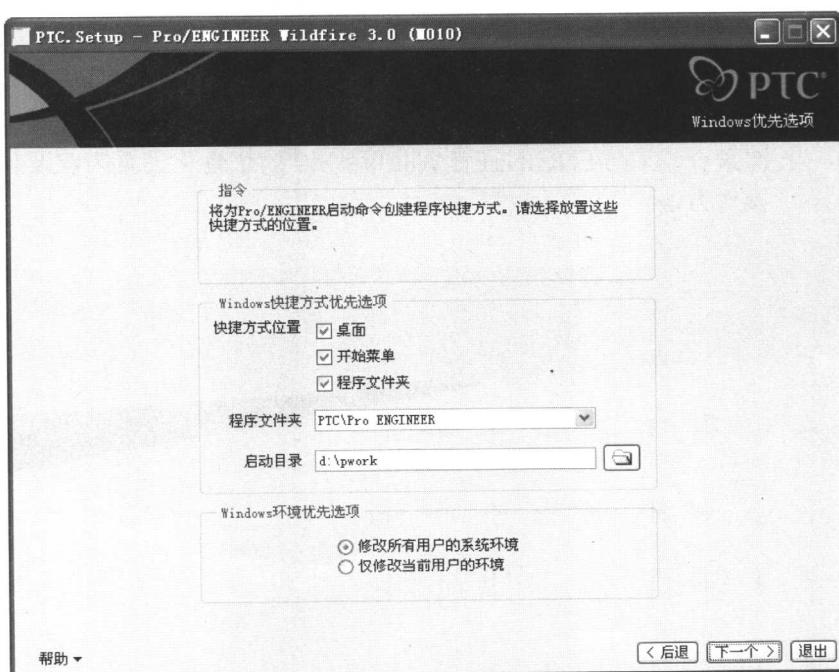

图 1.1.1 在【Windows 快捷方式优先选项】中设置启动目录
1. 安装 Pro/ENGINEER Wildfire 3.0 时，用户可通过如图 1.1.1 所示的安装步骤中的【Windows 快捷方式优先选项】来设置启动目录。